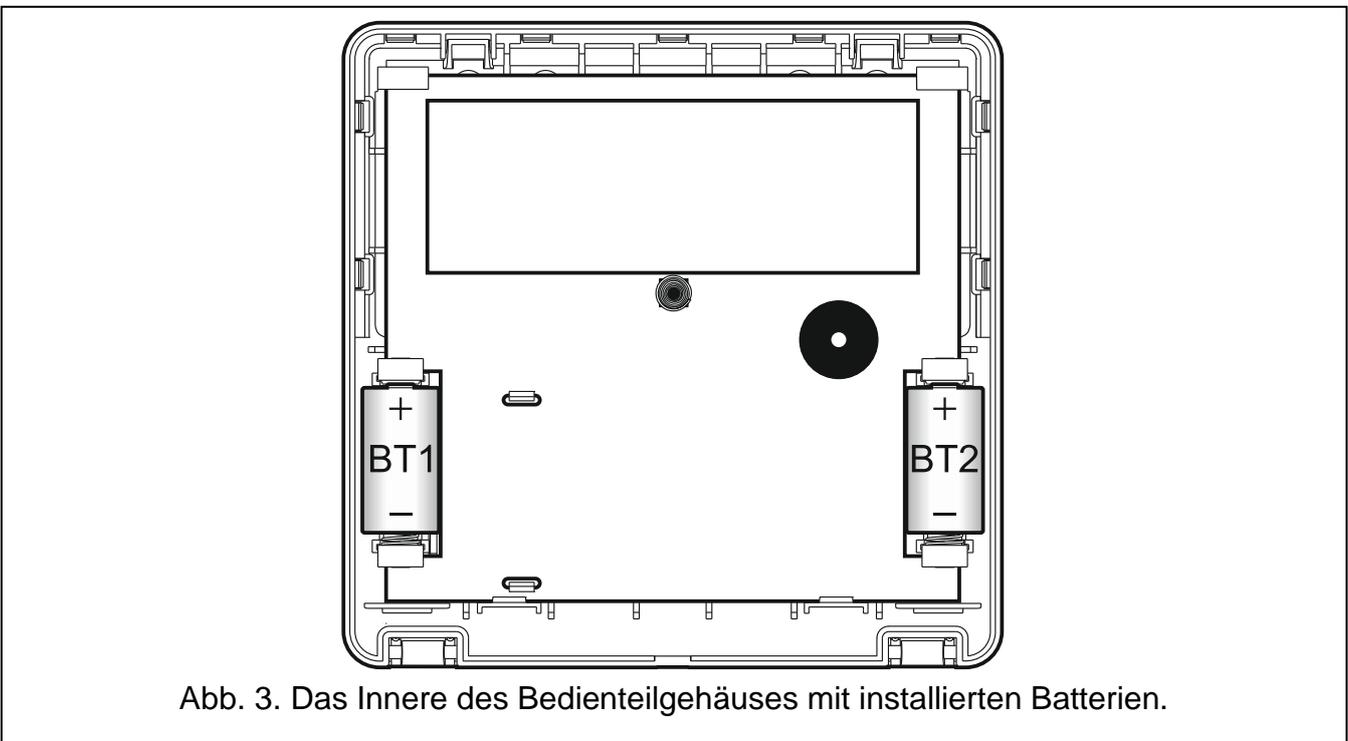

Abb. 3. Das Innere des Bedienteilgehäuses mit installierten Batterien.
- wird nach dem Aufwachen des Bedienteils eine Meldung mit der Information über die schwache Batterie angezeigt (die Information bestimmt, welche Batterie auszutauschen ist – siehe auch Abb. 3).